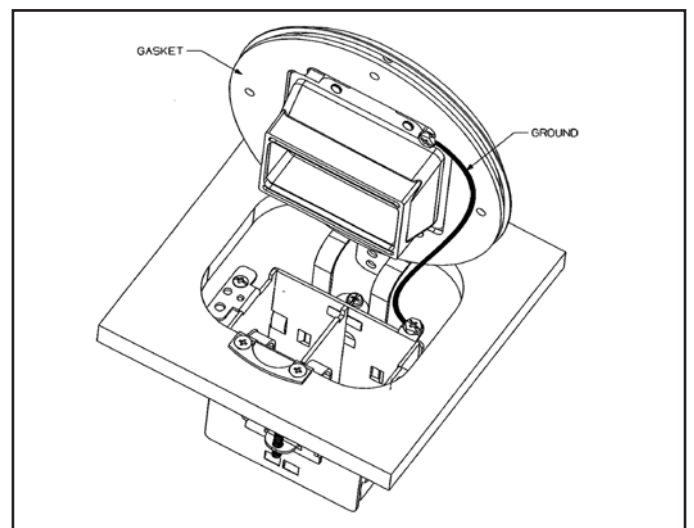

FIGURE 3
7. Attach ground wire to cover and attach system-grounding conductor see Fig. 3.
7. Fixer le fils de MALT au couvercle et le conducteur de MALT du réseau. Fig. 3
7. Unir el cable de tierra a la tapa y fijar el conductor de puesta a tierra del sistema. Fig. 3